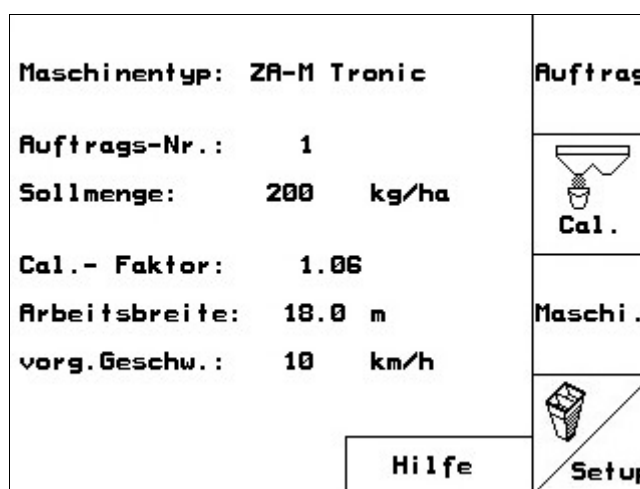

Рис. 17
-  - Меню помощи – возможно только из главного меню (Рис. 17).